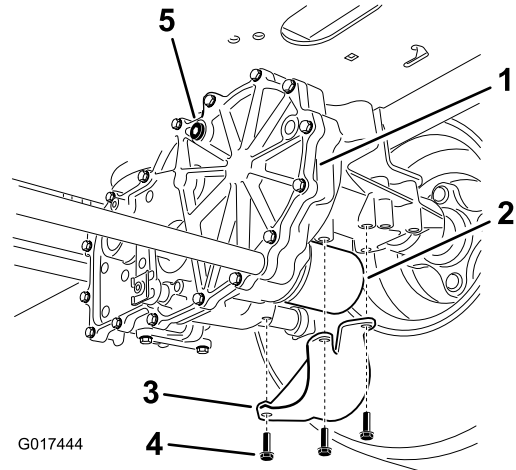

Figura 106
4. Localice el filtro y los protectores de cada sistema de tracción del transeje (Figura 106).
5. Retire los 3 tornillos que sujetan el protector del filtro, y retire el protector (Figura 106).